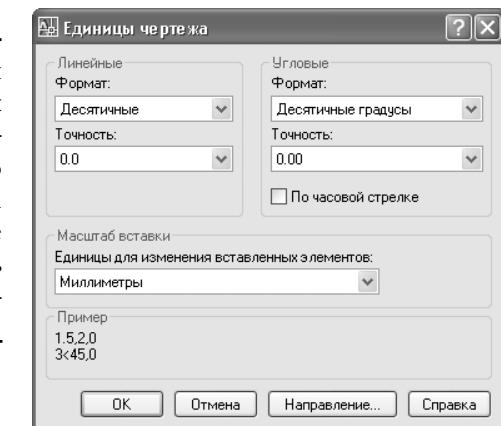

Рис. 3.3 ▼ Диалоговое окно **Единицы чертежа** (Drawing Units) после настройки параметров единиц измерений
- Выберите из раскрывшегося списка элемент **0.00**. Теперь параметры диалогового окна **Единицы чертежа** (Drawing Units) показывают, что в чертеже будет использоваться система десятичного представления линейных единиц (**Десятичные** (Decimal)) с точностью 0.1 мм и система десятичного представления угловых единиц, выраженная в градусах и десятичных долях градуса (**Десятичные градусы** (Decimal Degrees)), с точностью 0.01 градуса (рис. 3.3).